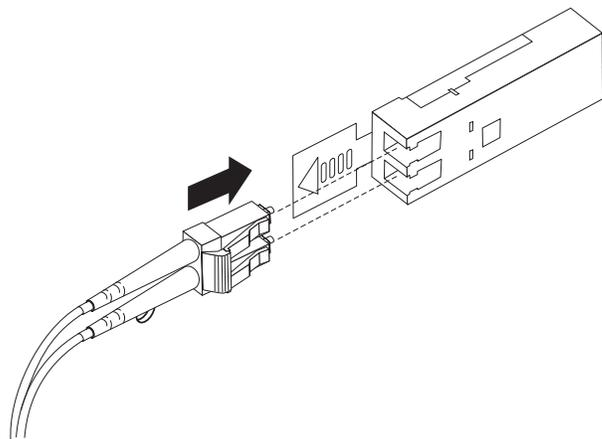

Figura 20. Inserindo um Cabo LC-LC Fibre Channel em um Módulo SFP
4. Insira com cuidado a mesma extremidade do cabo LC-LC em um módulo SFP instalado no FAStT EXP700. O conector do cabo é chaveado para garantir que seja inserido corretamente no módulo SFP. Segurando o conector, empurre o cabo para dentro até que encaixe no lugar, conforme mostrado na Figura 20 na página 26